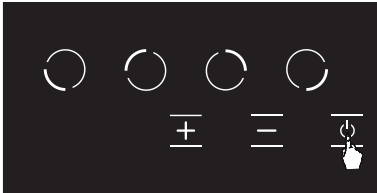

Afbeelding 9
2. Druk één maal op de relevante kookzone selectieknop. Het **0** pictogram wordt weergegeven als het de eerste maal aanraakt. (Zie Afb. 9).